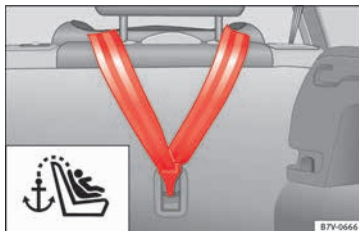

Fig. 39 Cinturón de fijación superior enganchado en el maletero.
- Enganche el cinturón superior de fijación en el reverso del respaldo del asiento trasero en la anilla de fijación correspondiente (para Top Tether) del respaldo » fig. 39.